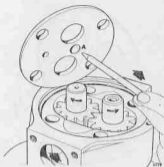

Fig 178. Montering av släpficks.
26. Smörj kugghjulen och placera eventuella återstående mellanlägg 7, slibrickan 13 och O-ringarna 6 på mellanstycket. Se till att slibrickans diameter $1/2'' \times 1/16''$ djupa mottryckshål A blir vikt mot kugghjulen och mot trycksidan, alltså lika som på motströms sidan, se fig 178.